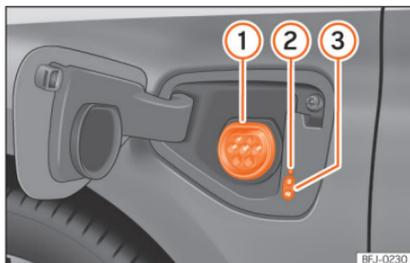

Fig. 226 Por trás da tampa de carregamento da bateria na parte dianteira esquerda: Tomada de carregamento
»» Fig. 226
- Com o veículo destrancado, ao pressionar a tampa de carregamento da bateria esta abre-se »» **Fig. 226**.